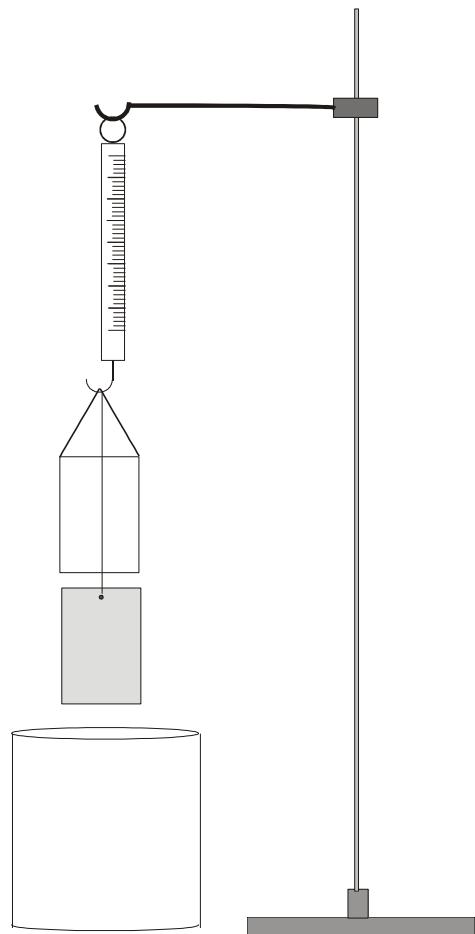

Fig. 1: Experimenteller Aufbau
- Stativ aufbauen und Kraftmesser an den Haken hängen (Fig. 1).